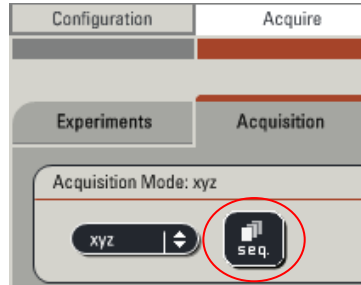

图 4-1 序列扫描按钮
1. 单击“Acquisition”中的“seq”按钮，如图 4-1，软件界面中将出现如图 4-2 的序列扫描菜单，可通过“Scan 1”右侧的“+”添加更多的扫描序列(“Scan 2”，“Scan 3”……)。